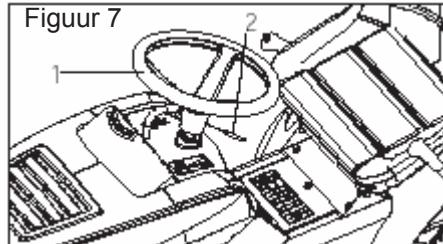

Figuur 6
2. Plaats de voorste wielen van de gazonmaaier zo dat zij recht vooraan richten. (Figuur 6)